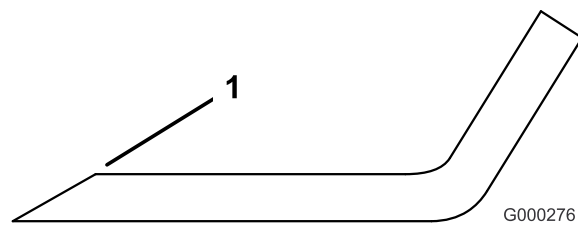

Figura 29
3. Esaminare i taglienti di tutte le lame, e affilare se fossero ottusi o scheggiati. Affilate soltanto la parte superiore del tagliente e mantenete l'angolo di taglio originale per garantire l'affilatezza (Figura 29). La lama rimane bilanciata soltanto se viene rimossa una quantità uguale di metallo da entrambi i taglienti.